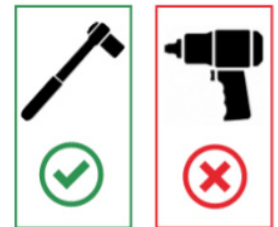

Figura 3.
- Dependiendo de la aplicación, siga la secuencia de apriete como se ilustra en la **Figura 3.** Se recomienda realizar esta secuencia con el muñón de dirección en la posición recta hacia adelante. Esto asegura que el muñón de dirección quede alineado con el conjunto del eje. La posición final de la junta esférica se establecerá mediante la siguiente secuencia de apriete.